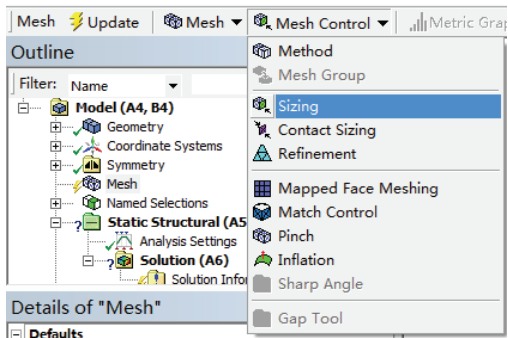
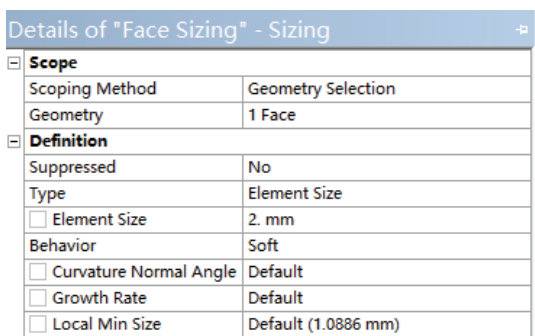

图 14-5 添加划分尺寸
图 14-6 设置划分尺寸
2) 在 Mesh 上单击，然后在工具栏中选择 Mesh Control>Sizing，如图 14-5 所示，然后选择待划分的面体，在细节窗口中的 Geometry 选项下单击 Apply 按钮，在 Element Size 后设置单元尺寸为 2mm，如图 14-6 所示。